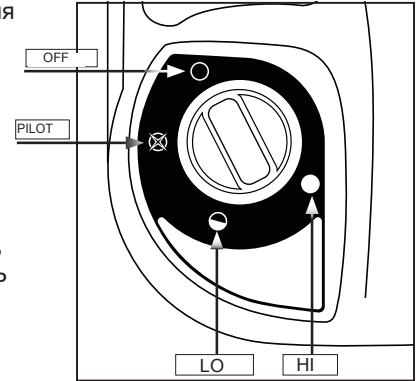

Рисунок 1: Ручка настройки
- Убедитесь, что имеющая четыре положения ручка настройки находится в положении OFF (ВЫКЛ); см. рисунок 1.
- После того, как панель горелки приобретет ярко-оранжевый цвет, регулируйте теплоотдачу поворотом ручки настройки в желаемое положение (LO (НИЗКАЯ МОЩНОСТЬ) или HI (ВЫСОКАЯ МОЩНОСТЬ) Рисунок 1.